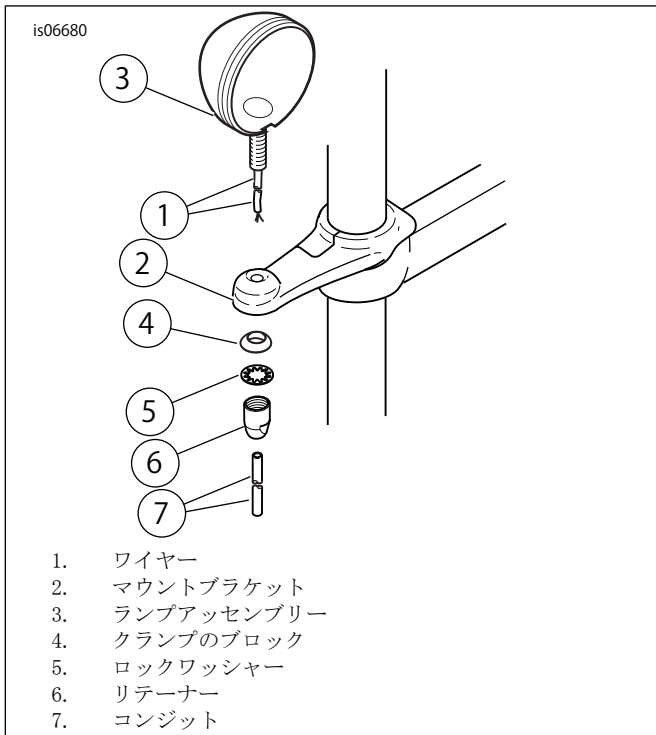

図2。ランプの取り付け(右側を示す)
- 「図2」を参照してください。ランプワイヤー(1)をマウントブラケット(2)の穴に通し、キットのクランプブロック(4)、ロックワッシャー(5)およびリテーナー(6)を使ってランプ(3)をブラケットに固定します。リテーナーを22~24N·m(16~18ft-lbs)のトルク値で締め付けます。
- 「図2」を参照してください。キットのコンジット(7)をランプワイヤー上にスライドさせます。